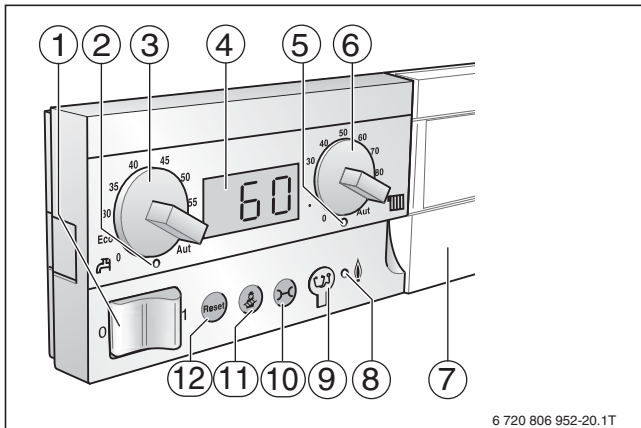

Bild 25 Anzeigen und Bedienelemente Basiscontroller Logamatic BC10
Der Basiscontroller Logamatic BC10 (→ Bild 25) ist die Grundbedieneinheit eines jeden Kessels mit dem Regelsystem Logamatic EMS plus.
Der Logamatic BC10 enthält alle erforderlichen Elemente zur Bedienung der Heizungsanlage. Außerdem befindet sich am Logamatic BC10 ein Steckplatz für die Bedieneinheit RC300, mit der weitere Funktionen einer komfortablen Regelung zur Verfügung stehen (→ Bild 25, [7]).
- Ein- und Ausschalten des Kessels und aller im Kessel eingebauten Module über einen Ein/Aus-Schalter (→ Bild 25, [1])
- LED-Anzeige **Warmwasserbereitung** (→ Bild 25, [2])
- Warmwasser-Temperatureinstellung (→ Bild 25, [3])
- Statusanzeige und Störungsdiagnose in einem LC-Display (→ Bild 25, [4], Seite 26)
- LED-Anzeige **Wärmeanforderung Warmwasser und Heizung** (→ Bild 25, [5], Seite 26)
- Kesselwasser-Temperaturbegrenzung (→ Bild 25, [6])
- LED-Anzeige „Brennerbetrieb“ (→ Bild 25, [8], Seite 26)
- Anschlussbuchse für Diagnosestecker zur Anbindung eines Laptops (→ Bild 25, [9], Seite 26)
- Taste **Statusanzeige** zum Umschalten des Displays auf unterschiedliche Funktionen (→ Bild 25, [10], Seite 26)
- Taste **Schornsteinfeger** für Abgastest und Handbetrieb (→ Bild 25, [11], Seite 26)
- Der Notbetrieb (nur für den Heizbetrieb) wird aktiviert, indem die Taste **Schornsteinfeger** (→ Bild 25, [11], Seite 26) mehrere Sekunden gedrückt wird. Der aktivierte Notbetrieb wird durch Blinken des letzten Dezimalpunkts angezeigt. Die eingestellte Kesseltemperatur wird gefahren.
- Taste **Reset** zur Entstörung des Brenners bei verriegelnden Störungen (→ Bild 25, [12], Seite 26)